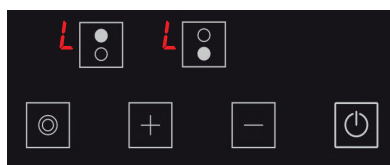

Figure 20
1. L'icône **L** s'affiche sur tous les écrans quand la cuisinière est allumée et que la sécurité enfants est active. (voir Fig. 20) Les icônes **L** et **H** s'affichent en alternance si une plaque de cuisson est toujours chaude. Vous pouvez allumer ou éteindre la cuisinière avec la seule touche **Power**.